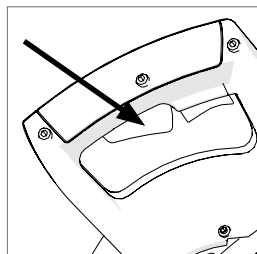

Fig. 25
- Appuyez sur le déclencheur du carter inférieur de la scie pour libérer la tête de coupe (**Fig. 25**).